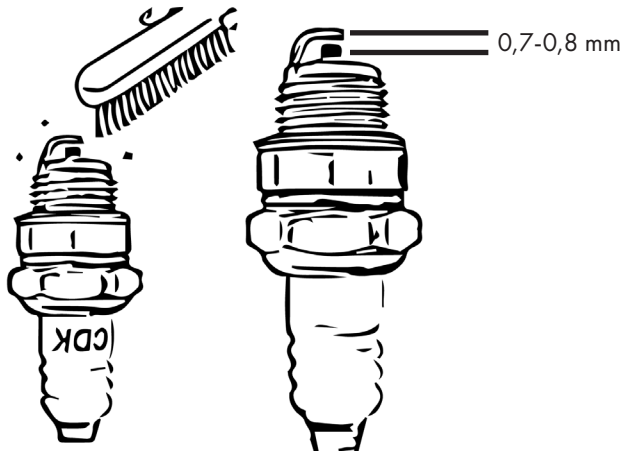

Figure 26
- Réglez l'écartement des électrodes avec une valeur de consigne de 0,7 à 0,8 mm. Voir figure 26.